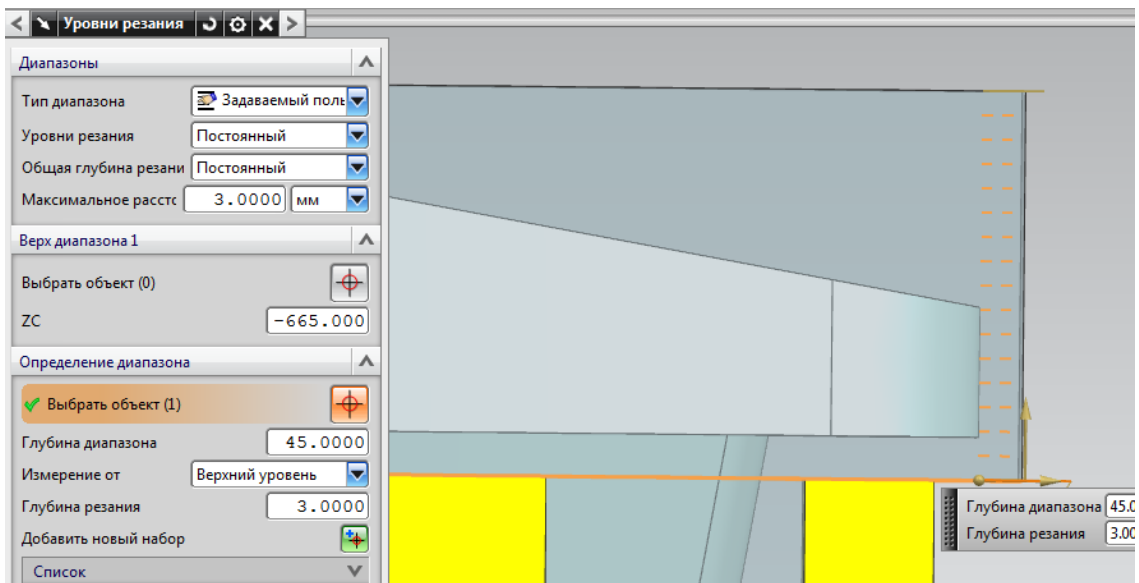

Рис. 2.23. Настройка уровней резания
- укажите область резания для снятия максимального припуска на первом установе с помощью настроек уровней резания  (см. рис. 2.23). Фреза должна произвести обработку, захватив область ниже боковых стенок (чтобы не оставить необработанные области);